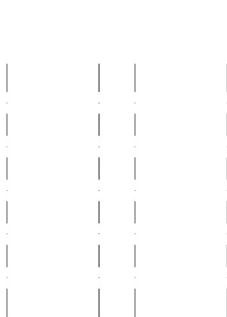

图 4.85 绘制轴线
(1) 将【轴线】图层设置为当前层。
(2) 绘制长度为 $14700(14700=3300 \times 4 + 600 + 900)$ mm 的垂直线, 并自左向右依次偏移 5400mm、2100mm、5400mm, 结果如图 4.85 所示。